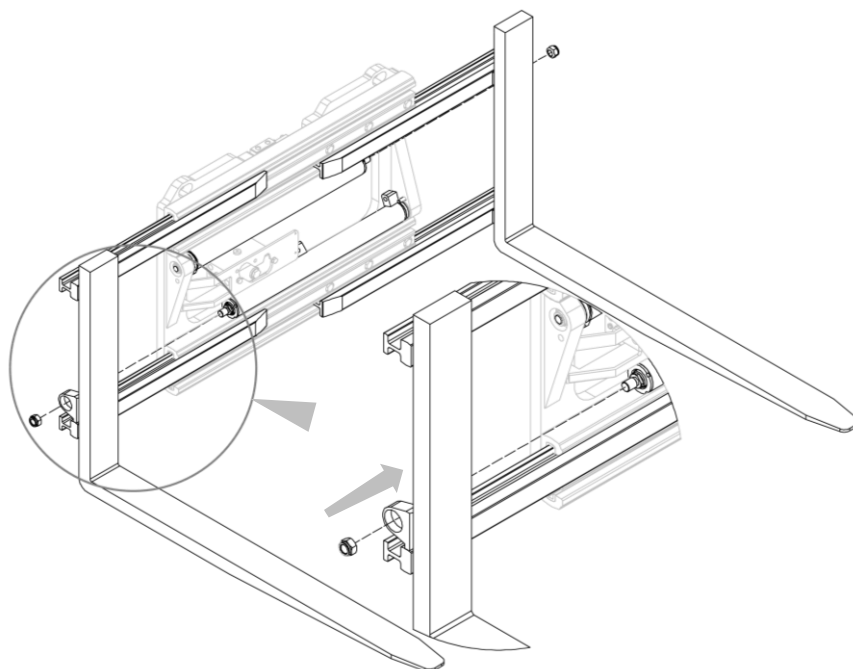
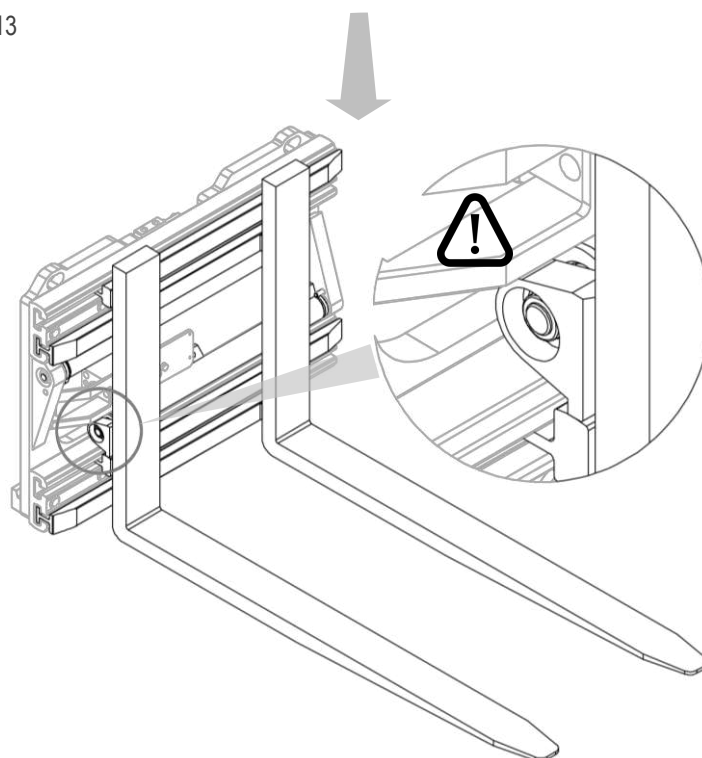

Figura 13
Figura 14
4. Inserire le forcelle, con le relative forche, nelle apposite sedi e vincolarle ai cilindri mediante i relativi dadi (vedi *Figura 13* e *Figura 14*).